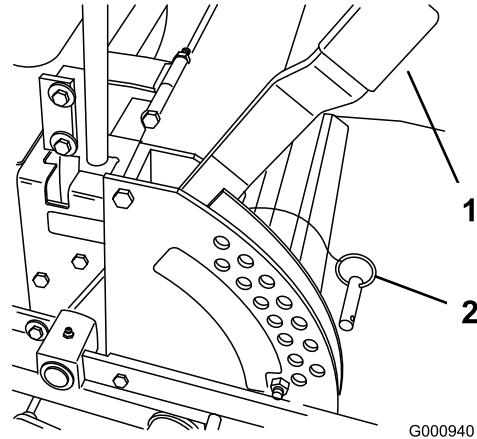

Figura 16
1. Alzate la leva dell'altezza di taglio in posizione di trasporto (anche la posizione di 127 mm dell'altezza di taglio) (Figura 16).
2. Per regolare, spostate il perno con testa dalla staffa dell'altezza di taglio (Figura 16).
3. Nella staffa dell'altezza di taglio scegliete un foro corrispondente all'altezza di taglio richiesta, ed inserite il perno con testa (Figura 16).